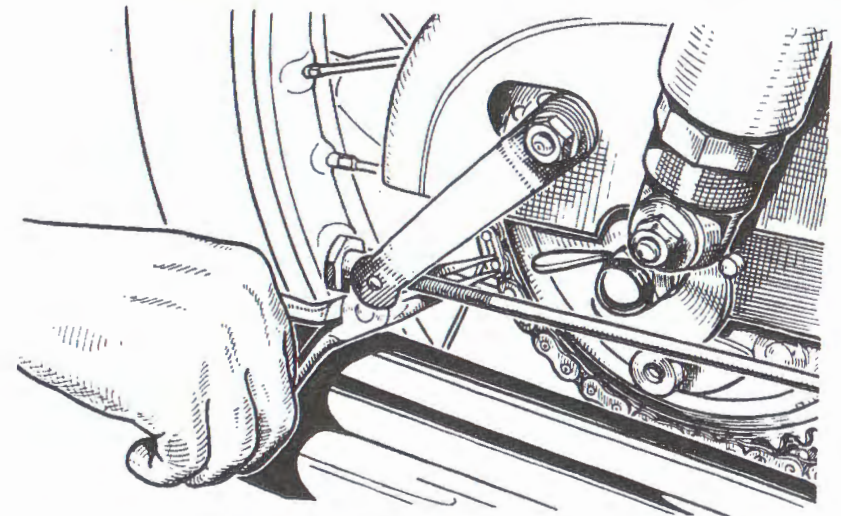

Fig. 18.
**SECUNDAIRE KETTING.** — Deze heeft ten doel door de verbinding met de motor het achterwiel aan te drijven. Het is nodig, de ketting van tijd tot tijd te smeren en zelfs om deze af te nemen en te reinigen met benzine. Voor dit demonteren is het voldoende, de kettingkast af te nemen en de borg van de ketting af te nemen, terwijl deze zich op het achterste kettingwiel bevindt. Na het reinigen moet men de ketting dompelen in een warm bad van gefraiteerd vet. Bij het monteren moet men zorgen, dat de borg met het afgeronde gedeelte in de bewegingsrichting van de ketting wordt geplaatst (fig. 18).